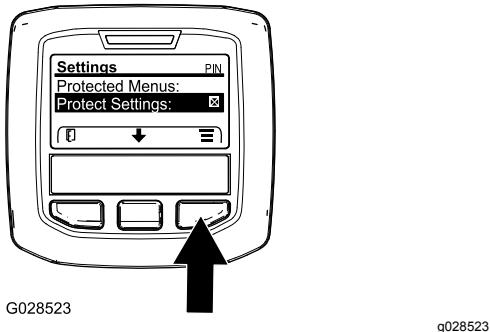

Figura 42
- Aceda ao menu protegido e desbloqueie o submenu de definições protegidas (Figura 42); consulte Aceder aos menus protegidos \(página 35\).